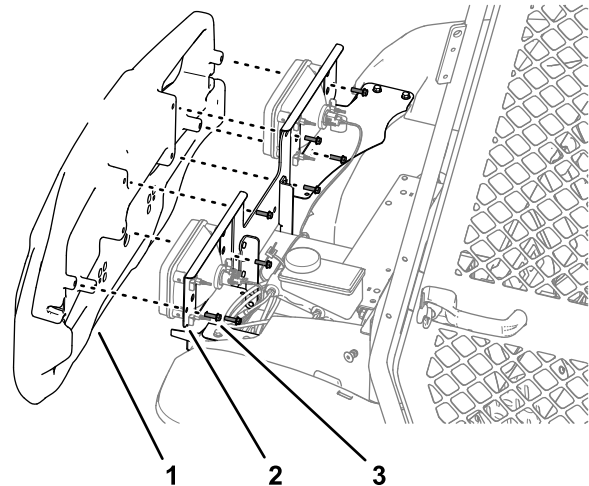

图 42
1. 在支撑住缓冲器的同时拧下将缓冲器固定到缓冲器安装架和灯架的 8 个凸缘头螺栓图 42。